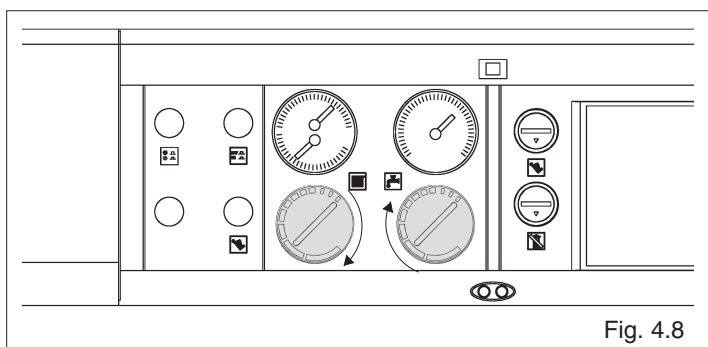

Fig. 4.8
- modificando la taratura dei termostati della caldaia (fig. 4.8)